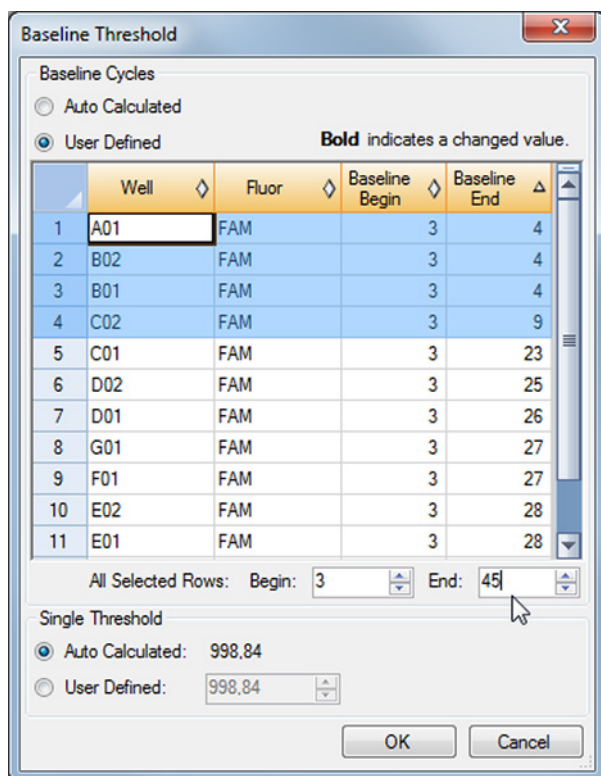

Figure 5: Boîte de dialogue Baseline Threshold (Seuil de référence)
3. Dans la barre de menus de la fenêtre Data Analysis (Analyse des données), cliquez sur **Settings** → **Baseline Threshold...** (Paramètres → Seuil de référence...) pour ouvrir la boîte de dialogue Baseline Threshold (Seuil de référence) (voir la figure 5).
- Sélectionnez toutes les lignes qui indiquent une valeur **Baseline End** (Extrémité de référence) comprise entre 1-9 (voir la figure 5).
- Définissez la valeur dans le champ **End:** (Extrémité :) sur 45 pour les lignes sélectionnées (voir la figure 5).
- Répétez les étapes 3-7 pour les canaux de détection VIC™ (IC) et Cy5 (cible Norovirus GI).